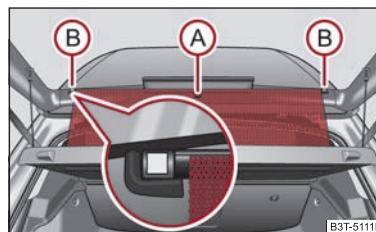

Fig. 61 Desfacerea ruloului parasolar
- Trageți ruloul de protecție solară de elementul (A) ⇒ pagina 72, fig. 61 și agățați-l în suportul magnetic (B).